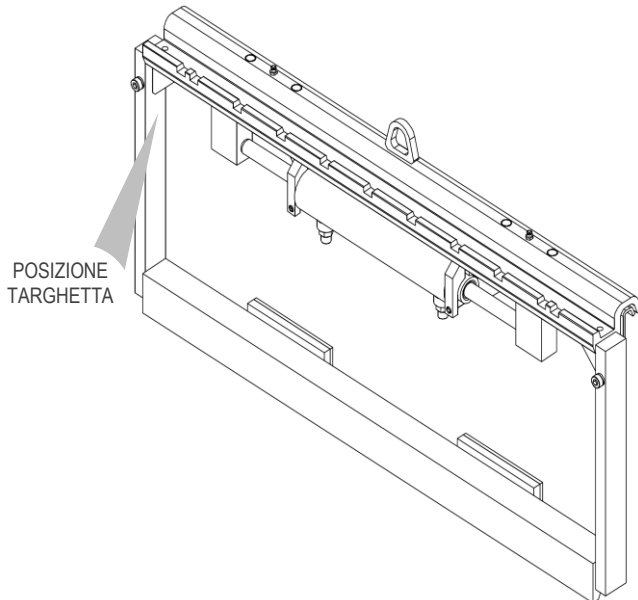
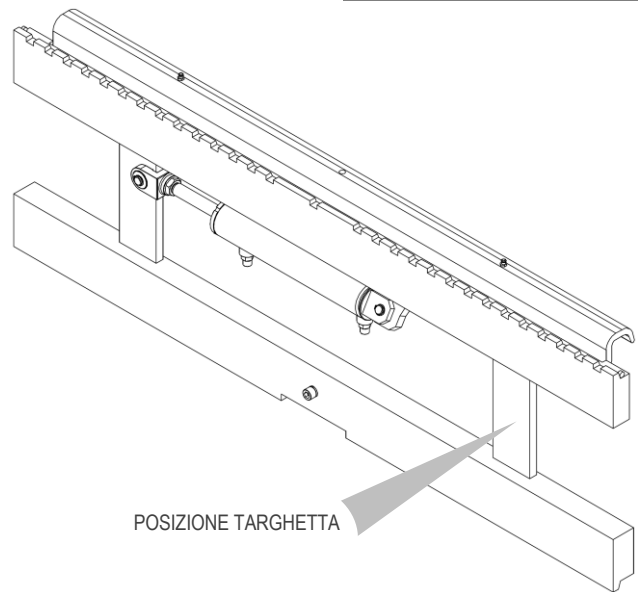

Figura 1
Figura 2
Tutte le attrezzature A.T.I.B. – SPOSTAMENTO LATERALE TIPO 209 / 109 / 108 vengono identificate mediante targhetta adesiva (vedi *Tabella 1*) posizionata sull'attrezzatura (vedi *Figura 1, Figura 2*), fare sempre riferimento al numero di matricola.
6. Per la movimentazione utilizzare cinghie o catene opportunamente dimensionate al peso dell'attrezzatura indicato in targhetta (vedi *Figura 1* e la *Tabella 1* a pag. 6).
10. Collegare il circuito idraulico, assicurandosi che la pressione di esercizio delle tubazioni sia superiore o uguale a quella indicata sulla targhetta di identificazione (vedi *Figura 1* e la *Tabella 1* a pag. 6).
6. Per la movimentazione, devono essere utilizzate cinghie o catene opportunamente dimensionate al peso dell'attrezzatura indicato in targhetta (vedi *Figura 1* e la *Tabella 1* a pag. 6).